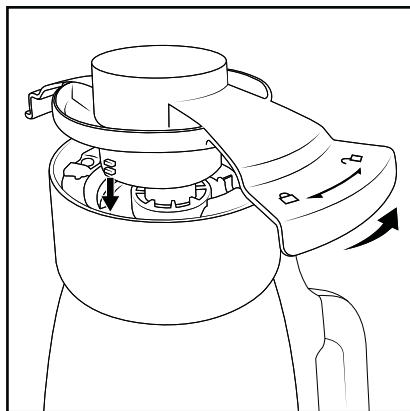

Fig. 4
- À l'aide du verrouillage du couvercle **14**, retirez la lame **17**. Placez pour cela le verrouillage du couvercle **14** dans les crans d'arrêt en dessous de la lame **17** et tournez dans le sens antihoraire jusqu'à ce que la lame **17** puisse être retirée (fig. 4).